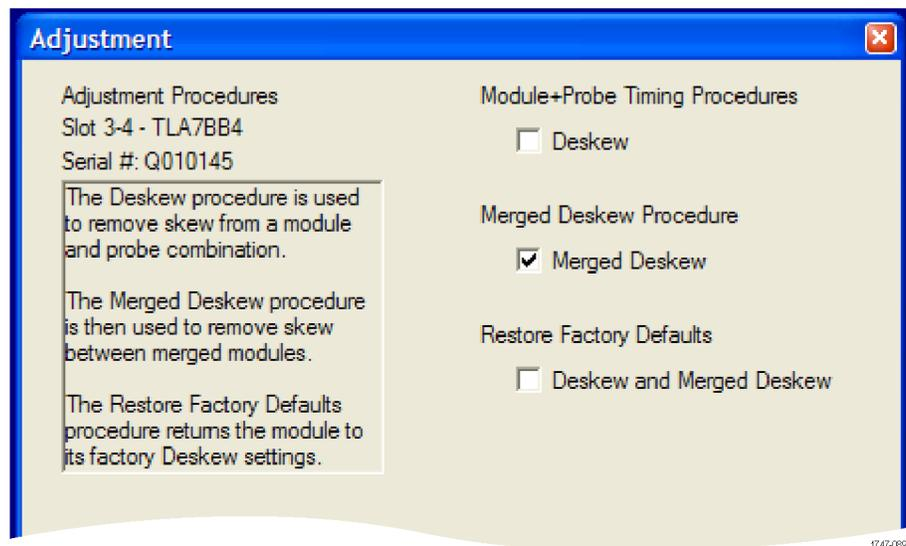

図 61: Merged Deskew が選択された Adjustment 手順ダイアログ・ボックス
3. ダイアログ・ボックスで Merged Deskew を選択します。(図 61 参照)。